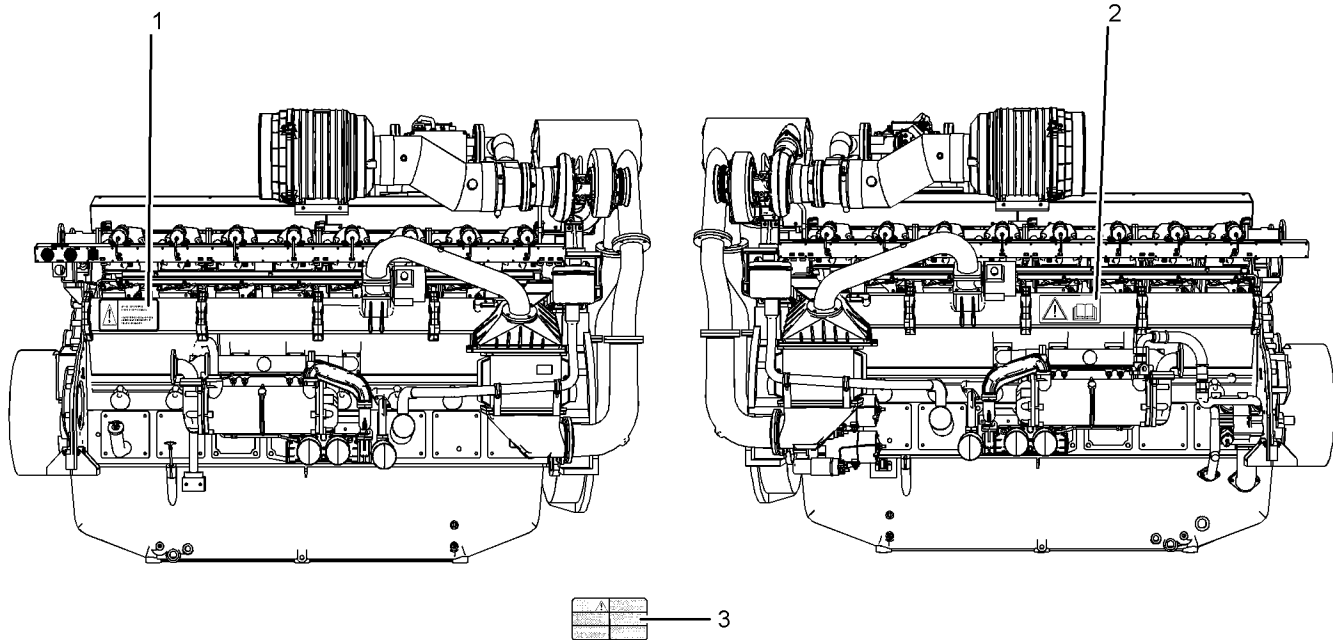

Abbildung 1
Das Warnschild für den Motorölstand (1) befindet sich auf dem Ansaugkrümmer links am Motor. Siehe Abbildung 1.
(2) Allgemeine Warnung
Das allgemeine Warnschild (2) befindet sich auf dem Ansaugkrümmer rechts am Motor. Siehe Abbildung 1.
(3) Motordrosselung